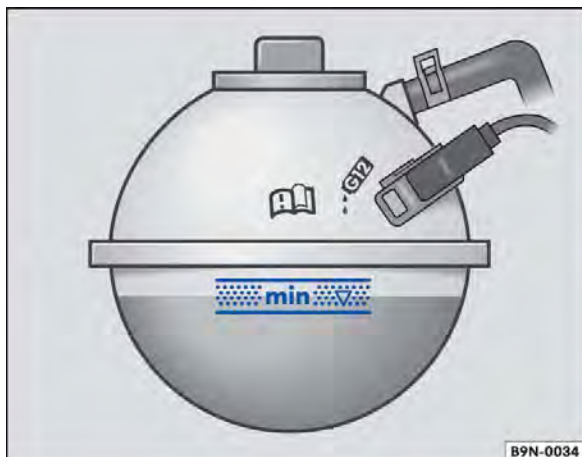

Fig. 200 No compartimento do motor: marcas no reservatório do líquido de arrefecimento do motor.
- Com o motor frio, verificar o nível do líquido de arrefecimento do motor pela marca lateral do reservatório de expansão do líquido de arrefecimento do motor $\Rightarrow$ Fig. 200. O nível do líquido de arrefecimento do motor deve estar entre as marcas.
- O nível do líquido de arrefecimento do motor deve estar entre as marcas no reservatório do líquido de arrefecimento do motor $\Rightarrow$ Fig. 200. **Não reabastecer até acima do canto superior da faixa marcada** $\Rightarrow$ .
- Abastecer com líquido de arrefecimento do motor somente até o canto superior da faixa marcada ⇒ Fig. 200. Caso contrário, ao aquecer-se, o líquido excedente será expulso do sistema de arrefecimento do motor e poderá ocasionar danos.